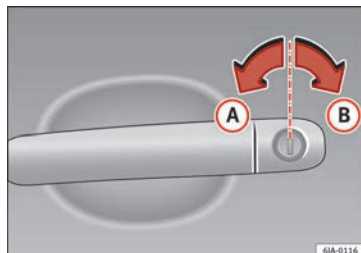

Fig. 38 Posições da chave ao trancar e destrancar o veículo.
– Rode a chave na fechadura do lado do condutor no sentido do andamento até à posição de abertura **A** » **Fig. 38.**
- Rode a chave na fechadura do lado do condutor no sentido contrário do andamento até à posição de fecho **(B)** »» **Fig. 38.**